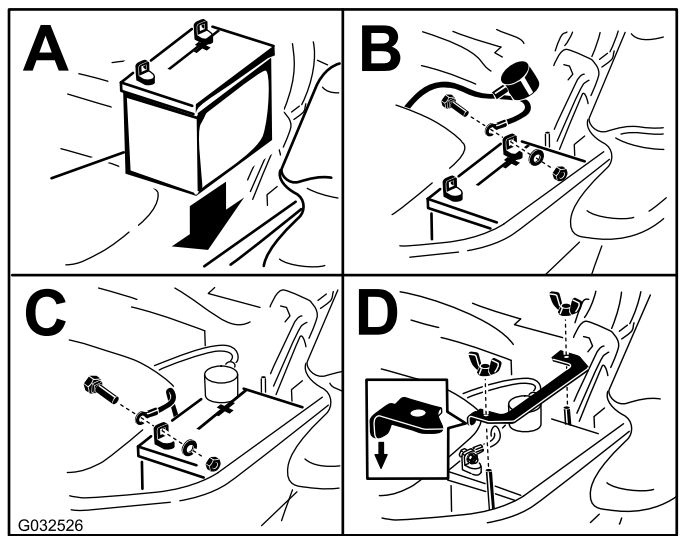

Figura 68
**Nota:** Posizionate la batteria nel vassoio, con i poli in posizione opposta al serbatoio idraulico (Figura 68).